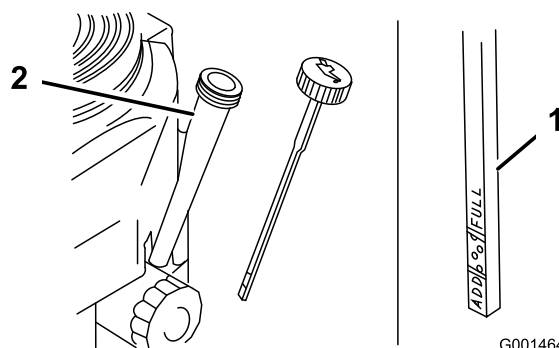

Figure 27
5. Retirez la jauge d'huile et essuyez soigneusement son extrémité (Figure 27).
6. Remettez la jauge au fond du tube de remplissage, mais sans la visser (Figure 27).
4. Nettoyez la surface autour de la jauge d'huile (Figure 27) pour éviter que des impuretés ne
9. Versez avec précaution environ 80% de la quantité d'huile spécifiée dans le goulot de remplissage (Figure 27)